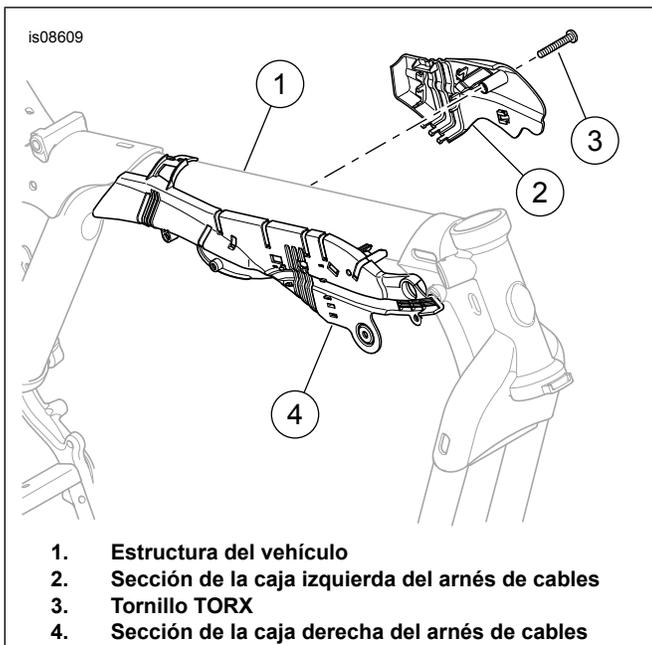

Figura 1. Acceso al arnés principal
3. Vea Figura 1. Extraiga el tornillo TORX (3). Separe la sección de la caja izquierda (2) de la sección derecha (4) y de la estructura del vehículo (1).
8. Vea Figura 1. Inserte el conector montado [31B] desde afuera hacia la caja de cables (4) ubicada a la derecha de la estructura, detrás del cabezal de dirección.